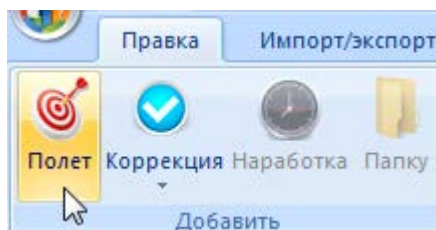
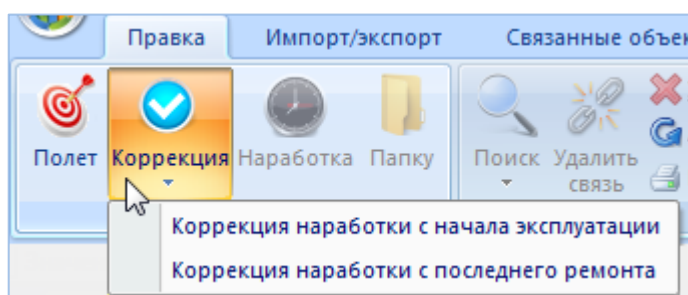

Рис. 13-198 – Панель «Добавить»
Рис. 13-199 – Выбор типа коррекции наработки
3) Перейти в окно связанных объектов «Наработка» и нажать кнопку «Полет» или «Коррекция» панели «Добавить» (рис. 13-198). В случае выбора кнопки «Коррекция» в открывшемся списке команд выбрать тип коррекции наработки – с начала эксплуатации или с последнего ремонта (рис. 13-199).
3) Нажать кнопку «Полет» или «Коррекция» панели «Добавить» (рис. 13-198). В случае коррекции выбрать тип – с начала эксплуатации или с последнего планового ремонта (рис. 13-199).